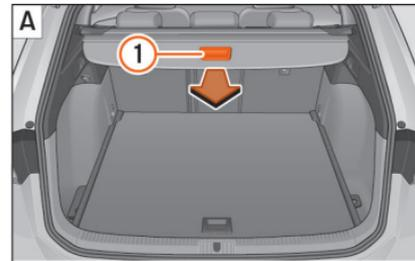

Abb. 126 Im Gepäckraum: Abdeckung ausziehen und einrollen.
• Ziehen Sie gleichmäßig die Abdeckung am Handgriff »» **Abb. 126** ① **A** heraus, bis diese hörbar einrastet.
• Drücken Sie den Haltegriff der Gepäckraumabdeckung in Pfeilrichtung, bis diese entriegelt ist »» **Abb. 126** **B**.